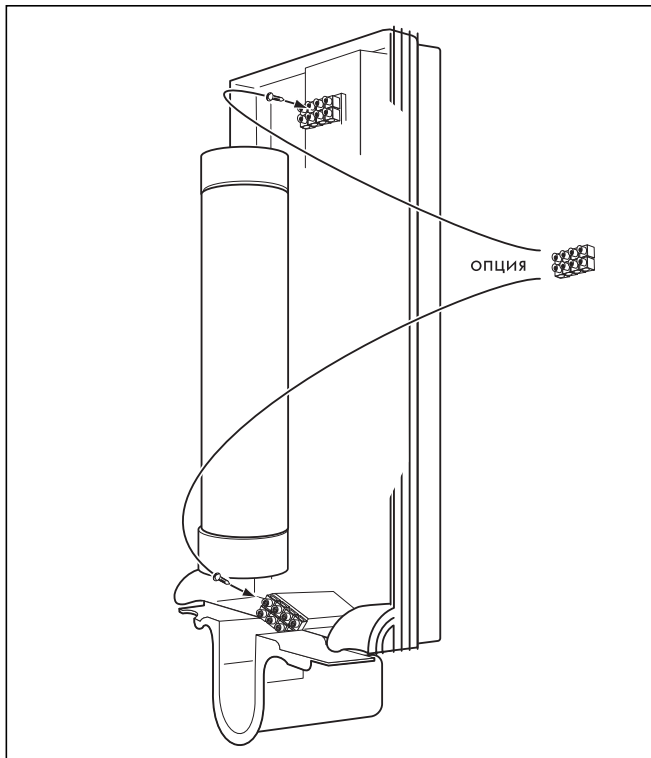

Рис. 5.8 Подключение к электросети снизу
- Отвинтите расположенный вверху в аппарате зажим присоединения к сети, а затем привинтите его в нижней части аппарата, см. рис. 5.8.